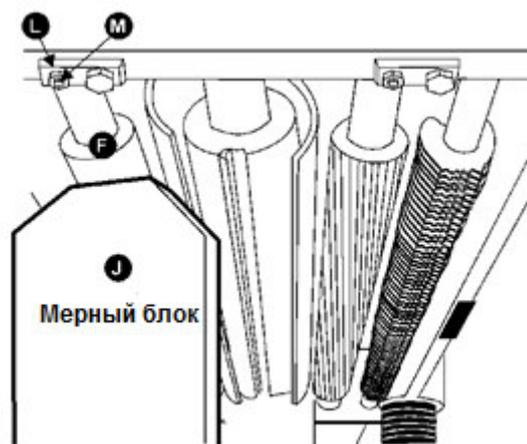

Рис. 28
4. Извлеките щуп и сдвиньте мерный блок (J, см. Рис. 28) под один конец ролика разгрузки (F, см. Рис. 28). Нижняя часть ролика разгрузки должна только касаться вершины мерного блока. Если необходима регулировка ролика разгрузки, ослабьте стопорную гайку (L, см. Рис. 28) и поверните винт (M, см. Рис. 28), пока ролик разгрузки не коснется мерного блока. Затем затяните стопорную гайку (L, см. Рис. 28).